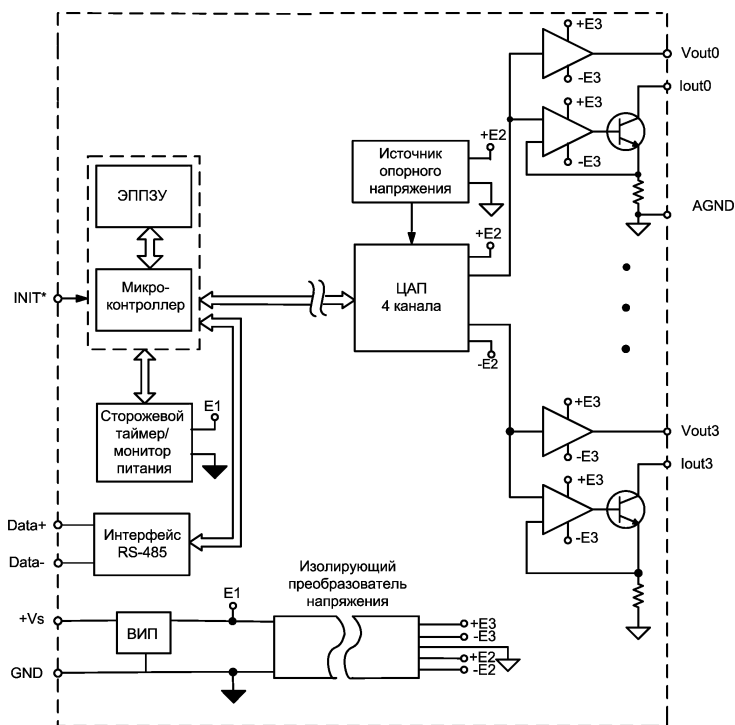

Рис. 4.1. Структурная схема модуля NL-4AO
- групповая изоляция выходов с тестовым напряжением изоляции 2500 В. Постоянно действующее напряжение, приложенное к изоляции, не может быть более 300В (среднеквадратическое значение, см. п. 3.4). Выходы имеют общую гальваническую изоляцию от части модуля, соединенной с источником питания и портом RS-485 (см. рис. 4.1). Изоляция защищает также модуль от разности потенциалов между "землей" источника сигнала и приемника, которая может возникнуть при наличии недалеко расположенного мощного оборудования;
Цифровой сигнал из микроконтроллера поступает в ЦАП через изолирующий повторитель с магнитной связью. Изолированная часть модуля, содержащая ЦАП, питается через развязывающий преобразователь постоянного напряжения, чем обеспечивается полная гальваническая изоляция выходов от блока питания и интерфейсной части (рис. 4.1).